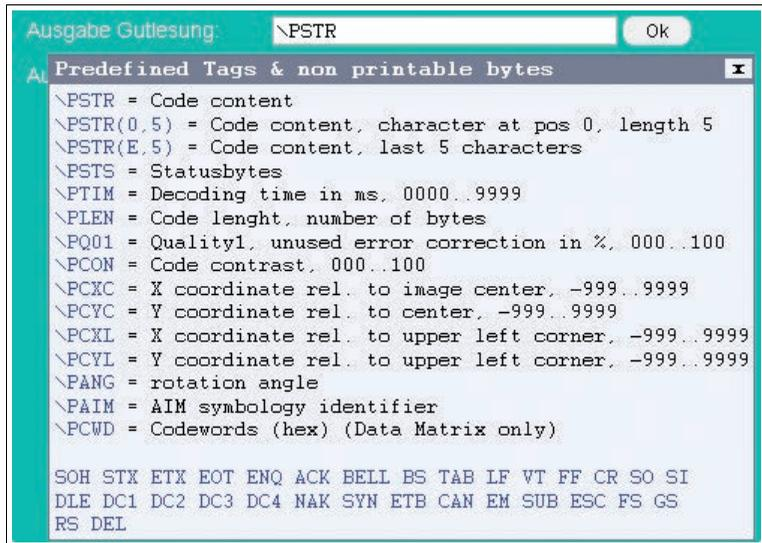

Abbildung 7.10 Pop-up Fenster Gütesung - Schlechtlesung
- **Ausgabe Gutlesung:** Eingabe der Zeichenkette, welche bei einer erfolgreichen Dekodierung ausgegeben wird. Dieses Feld verfügt über eine Tooltipfunktionalität. Wenn der Mauszeiger länger als 1 Sekunde über einem der beiden Eingabefeldern verweilt, erscheint eine Tabelle → siehe Abbildung 7.10 auf Seite 31. In der Tabelle sind Platzhalter beschrieben, die manuell oder per Mausklick eingefügt werden können. Zur Zeit können folgende Informationen als Teil des Ausgabestrings ausgegeben werden: Codeinhalt, Codelänge, Status, Dekodierzeit, Symbolkoordinaten etc. Die Beschreibung dieser Platzhalter finden Sie im Anhang siehe Kapitel 9.3.
- **Ausgabe Schlechtlesung:** Eingabe der Zeichenkette, welche bei einer nicht erfolgreichen Dekodierung ausgegeben wird. Ein Timeout Fehler führt ebenfalls zur Ausgabe dieser Daten. Wenn der Mauszeiger länger als 1 Sekunde über einem der beiden Eingabefeldern verweilt, erscheint eine Tabelle → siehe Abbildung 7.10 auf Seite 31. In der Tabelle sind Platzhalter beschrieben, die manuell oder per Mausklick eingefügt werden können. Zur Zeit können folgende Informationen als Teil des Ausgabestrings ausgegeben werden: Status, Dekodierzeit. Die Beschreibung dieser Platzhalter finden Sie im Anhang siehe Kapitel 9.3.